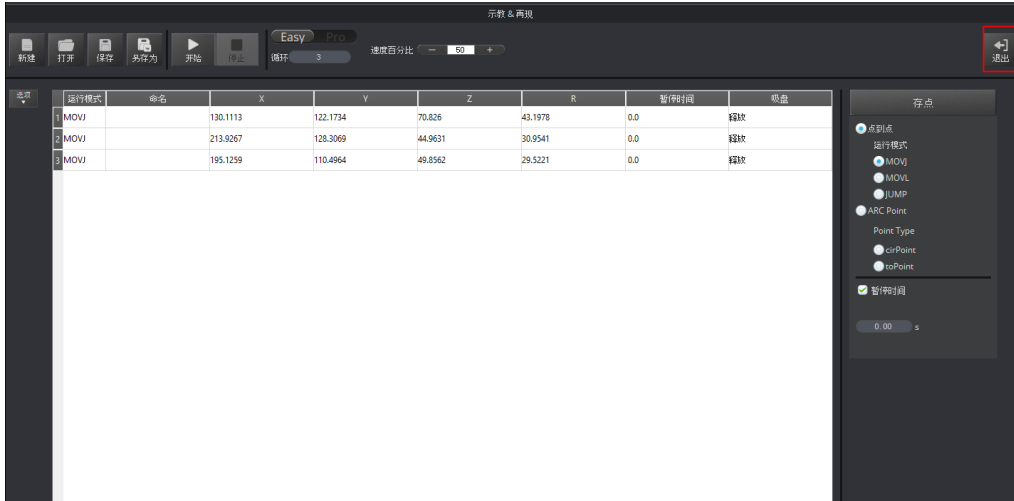

图 2.24 单击退出
7. 在DobotStudio界面单击  退出示教再现页面。如图 2.24 所示。